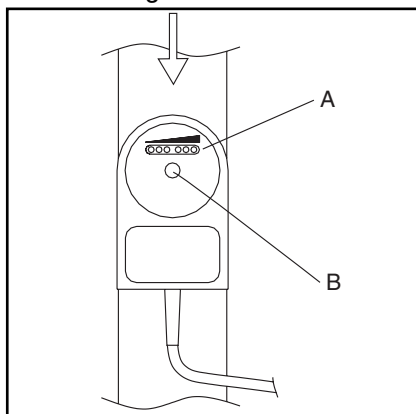

Fig. 9
Beachten Sie jedoch den Abschnitt 3 und die Abb. 9.
4. Die Nylonschraube „B“ (Abb. 9) abschrauben.
5. Überprüfen Sie, ob das Durchflußventil richtig herum sitzt (vgl. Abb. 9).